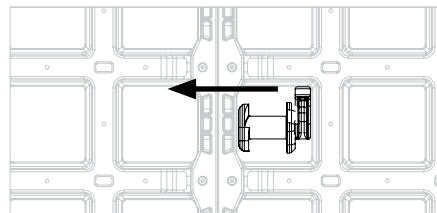

Fig. A3.03a
1. Inserire fino a fine corsa il connettore DUO (21) nel foro per connettore. (Fig. A3.03a + A3.03b)